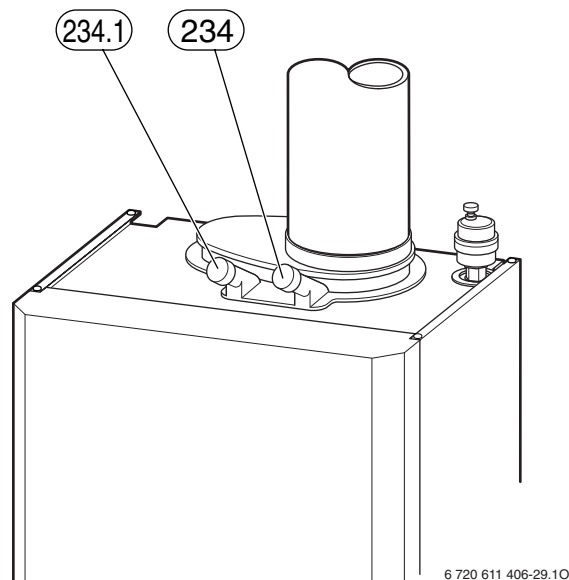

Fig. 48
- Rimuovere il tappo dalle prese di analisi dei fumi (234) (Fig. 48).